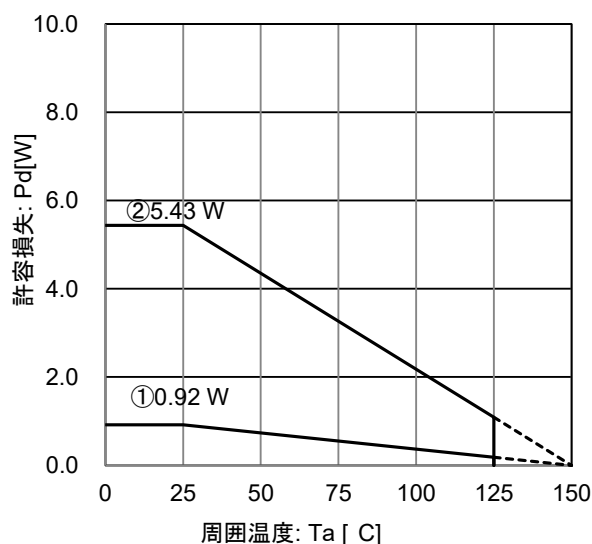

Figure 26. TO252-3 熱低減曲線グラフ
Ta=125°C の時、Figure 26 ②の条件で、入出力電位差が 10.2V であれば、約 105mA 出力できる計算になります。
Ta=125°C の時、Figure 26 ②の条件で、入出力電位差が 8.5V であれば、約 127mA 出力できる計算になります。